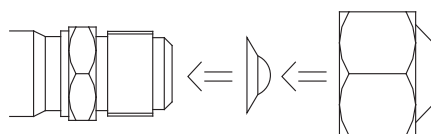

рис.6
- Расстояние прямой горизонтальной трубы, которую внутренний блок подключается за ответвлением, должно составлять $\geq 0,5$ м. Для неиспользуемого патрубка отверстие трубы должно быть закрыто, см. Рис.6.